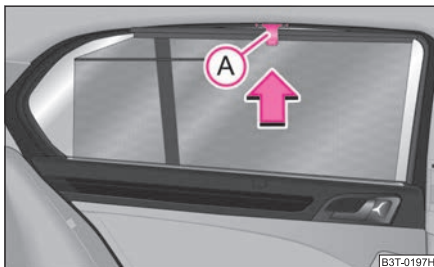

Abb. 57 Hintere Tür:
- Ziehen Sie das Sonnenschutzrollo am Griff **A** ⇒ Abb. 57 heraus und hängen Sie es in den Halter an der Türoberkante ein.